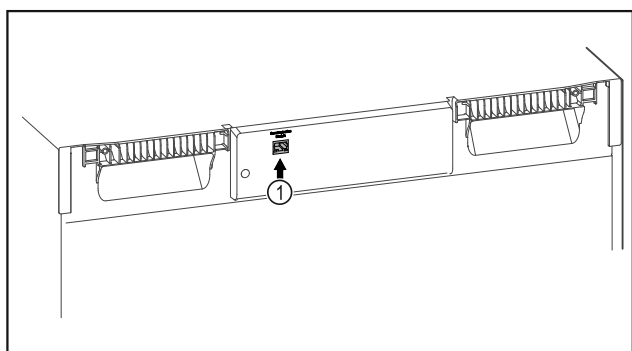

Fig. 85
- Vstavljen je SmartModule Fig. 85 (1).